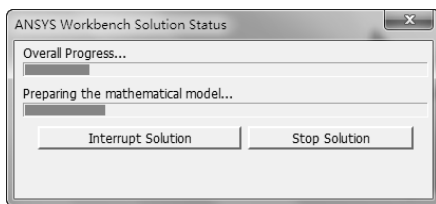

图 9-41 求解进度条
1) 单击工具栏上的【Solve】按钮 ，启动求解，系统弹出进度条，表示正在求解。求解完成后进度条自动消失，如图 9-41 所示。